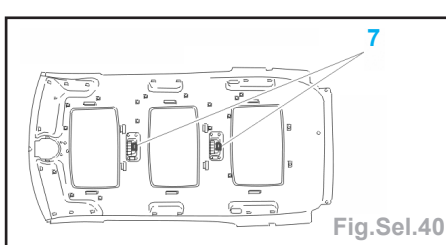

Fig.Sel.40
- Déposer (Fig.Sel.40) :
- les fixations (7) au niveau des plafonniers.